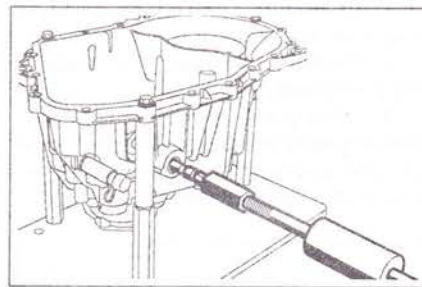

Рис. 5.83. Снимите рычаг переключения и извлеките подшипники при помощи съемника диаметром 14 мм.
3. Снимите рычаг переключения и извлеките подшипники при помощи съемника диаметром 14 мм (рис. 5.83).